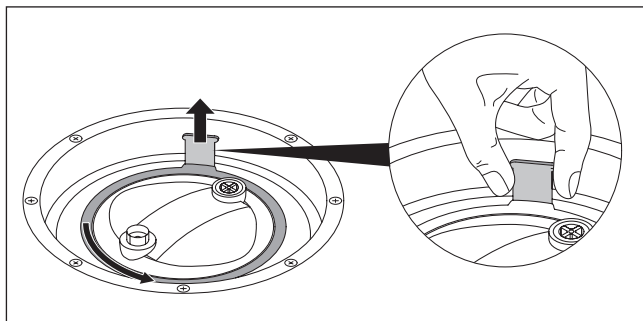
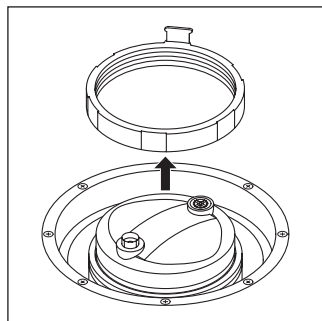

Abbildung 1
Abbildung 2
- > Stellen Sie ein Behältnis unter das Entleerungsventil (6).
- > Öffnen Sie das Entleerungsventil (6), das Wasser aus dem Filter läuft ab.
- > Drehen Sie den oberen Teil des Feinfilters (5) auf und öffnen Sie dieses.
- > Entnehmen Sie die Austauschkartusche der Verpackung und setzen Sie diese in den Feinfilter (5).
- > Schließen Sie den Feinfilter (5) wieder.
- > Schließen Sie das Entleerungsventil (6).
- > Schließen Sie das Entlüftungsventil (4).
- > Nehmen Sie die weiße Abdeckung über dem Feinfilter (5) ab.
- > Ziehen Sie die Lasche hoch und drehen Sie die Verschraubung des Feinfilters (5) entgegen dem Uhrzeigersinn auf (Abbildung 1) und nehmen Sie diesen ab. (Abbildung 2)